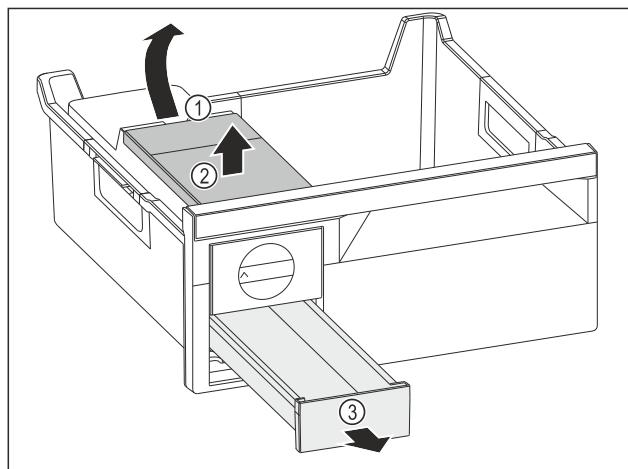

Fig. 90
- Vađenje spremnika za vodu: Podignite spremnik za vodu na otvoru Fig. 90 (1).
- Izvadite spremnik za vodu Fig. 90 (2) prema gore.
- Izvadite ladicu Fig. 90 (3) prema naprijed.